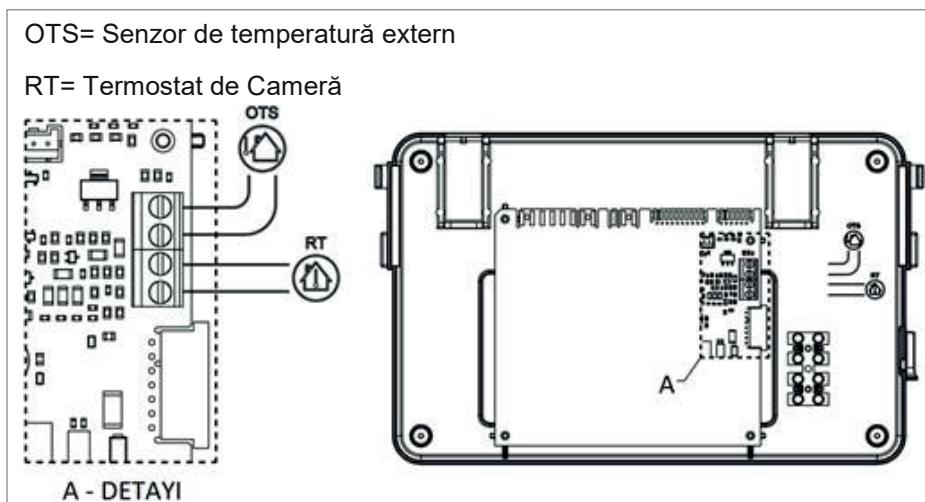

Figura 19. Vedere internă a panoului din plastic
- Conectați telecomanda, termostatul de cameră și cablurile senzorului de aer exterior, așa cum se arată în detaliu în Figura 19.